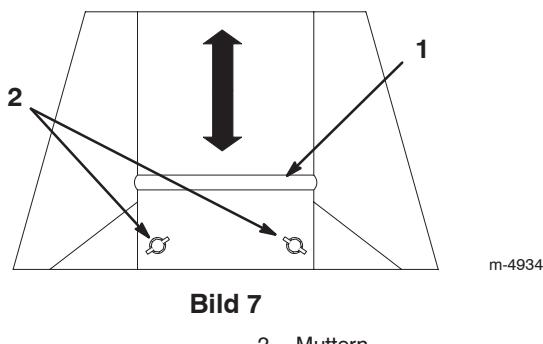

Bild 7
- Lösen Sie die 2 Muttern an der Rasenzustandsplatte und schieben Sie die Platte nach oben, wenn Sie kurzes, trockenes Gras schneiden. Schieben Sie die Platte nach unten, wenn Sie langes, feuchtes Gras schneiden (Bild 7).